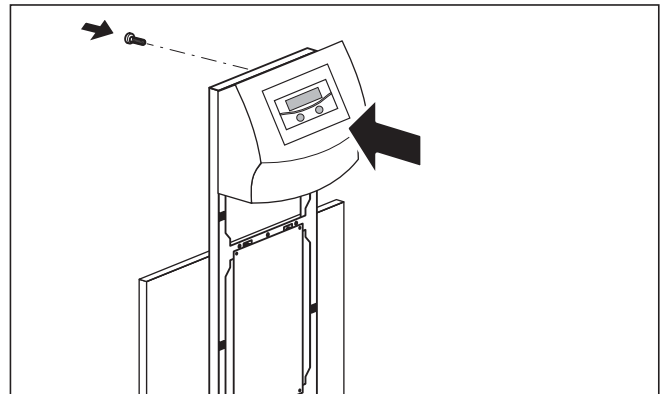

Fig. 6.22 Montage de la console de commande
- Emboîtez la console de commande dans les clips du châssis puis vissez l'unité de commande par l'arrière comme sur la fig. 6.22.